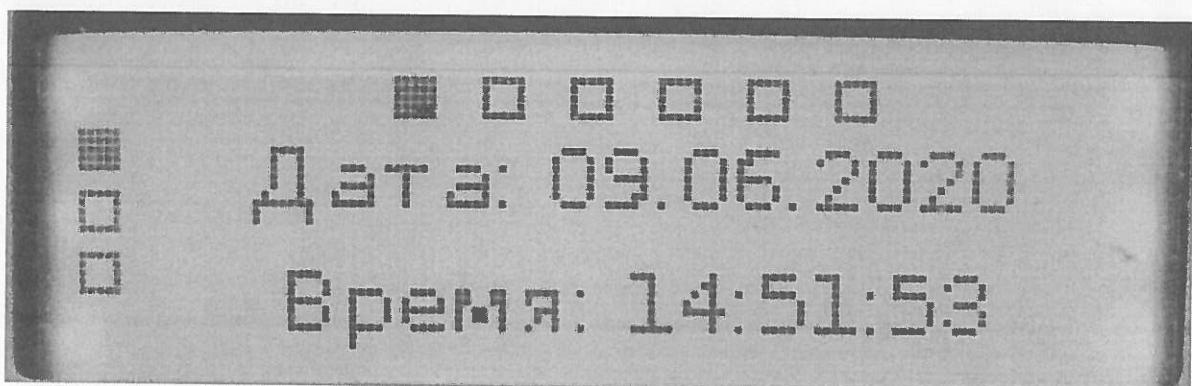

Рисунок 4.1 – Информация, выводимая на ЖКИ по умолчанию
4.1.3 На ЖКИ изделия выводится информация о работе и состоянии изделия. По умолчанию, после запуска изделия на дисплей выводится дата и время по системным часам (рисунок 4.1).